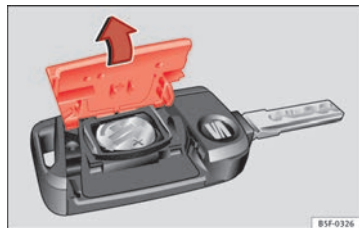

Fig. 48 Llave del vehículo: apertura de la tapa del compartimento para la pila.
- Retire la tapa en la parte trasera de la llave del vehículo ⇒ fig. 48 en la dirección de la flecha ⇒ ①.
- Coloque la tapa tal como se muestra ⇒ fig. 48 y presiónela en la carcasa de la llave del vehículo en sentido contrario a la flecha hasta que encaste.